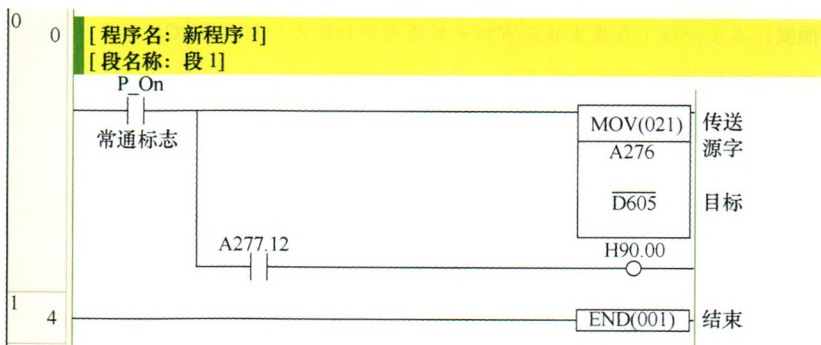
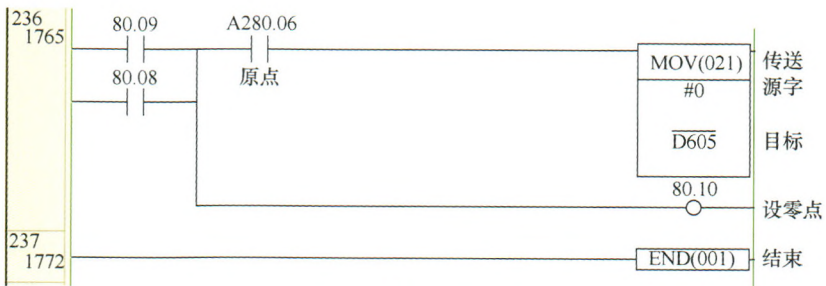

图 2
图 8
(1) 主程序中相应的数据处理部分程序如图2~图8所示。
(2) 主程序中相应的数据处理程序说明。主程序对于这一部分的处理分为四个过程: ①判